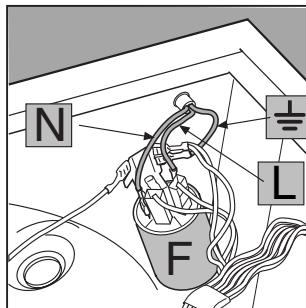

Fig. 4
**3. Scollega i cavetti dal filtro antidisturbo **F** [fig. 4] facendo attenzione alla loro posizione (cavetto **Blu=N**; cavetto**